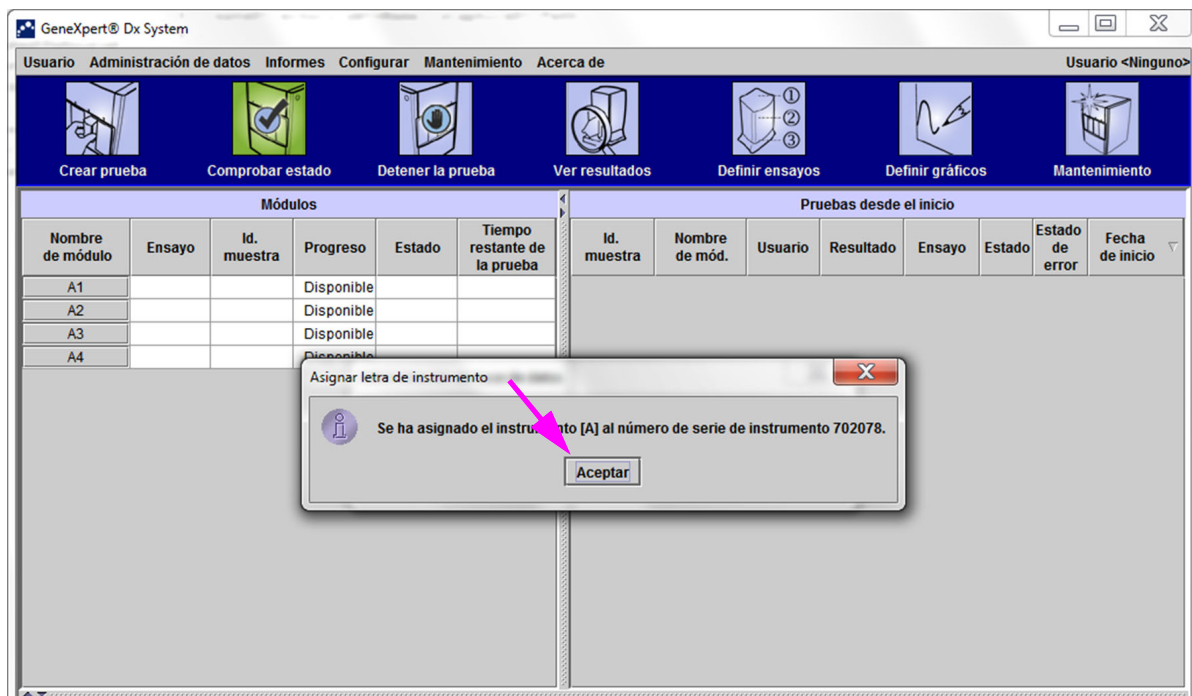

Figura 2-51. Ventana GeneXpert Dx System
La primera vez que inicie el software tras la instalación, aparecerá el cuadro de diálogo de confirmación Asignar letra de instrumento, (consulte la figura 2-51).
- Aparece la ventana GeneXpert Dx System. Consulte la figura 2-51.